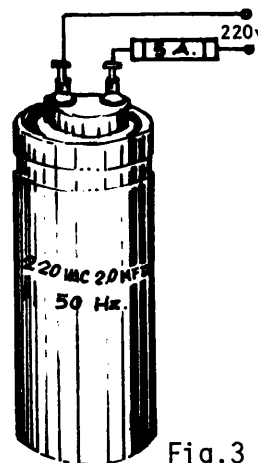

Fig.3
- 1) Utilice una fuente que tenga la tensión indicada en el condensador (fig.3).